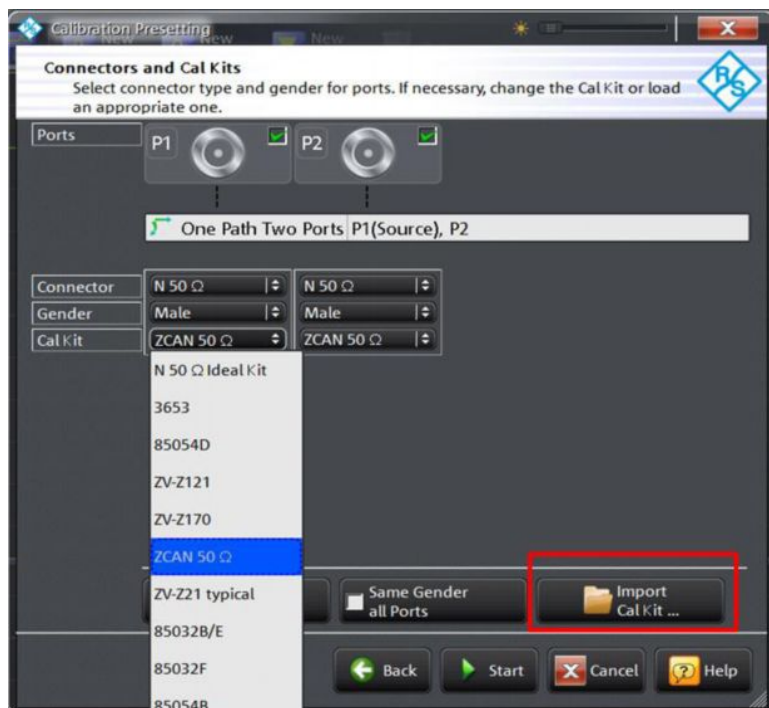

Рис. 5-7 – Измерение характеристик ПФ с помощью отображения коэффициентов отражения и передачи
- Коэффициент отражения (S11) отображается в верхней половине разделенного экрана, а коэффициент передачи (S21) – в нижней (рис. 5-7). Нажмите клавишу *SCALE* и соответствующим образом отрегулируйте масштаб по оси Y.